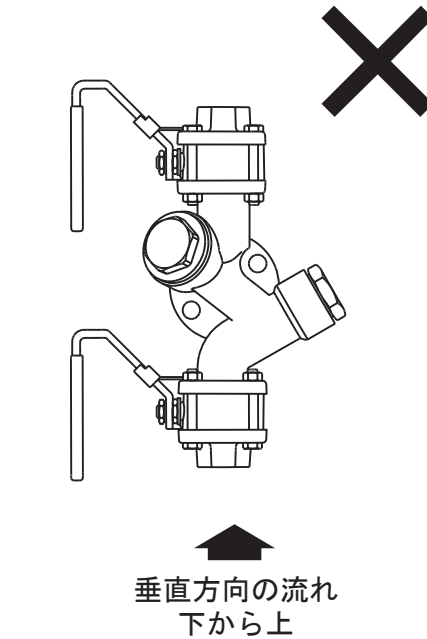

Fig. 3
**STS17.2型は流れが上向きの垂直配管に取り付けることができません。**—Fig.3参照